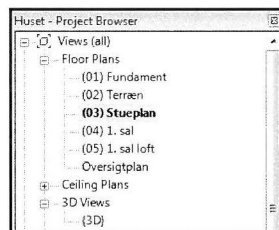

Fig. 05.02. Project Browser.
- Stå i *Floor Plans: (03) Stueplan* i *Project Browseren* (Fig. 05.02).